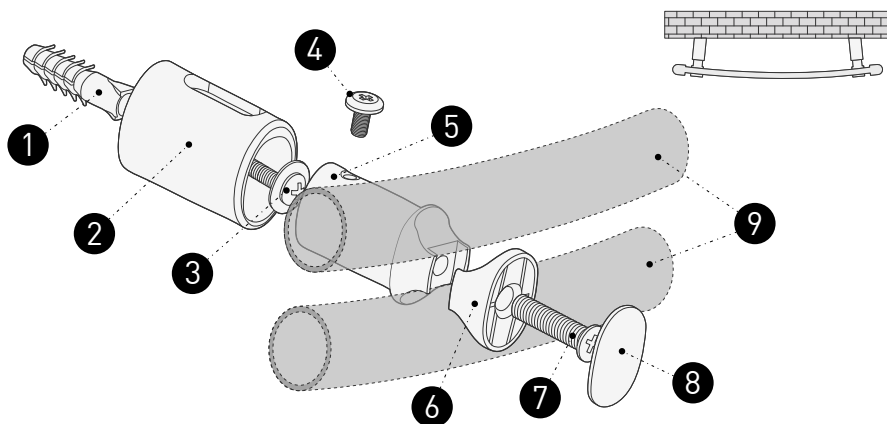

Figura 1 - Secção transversal de montagem do seca-toalhas.
6. Aparafusar as duas peças de suporte do seca-toalhas e a peça em plástico de fixação ao tubo horizontal do seca-toalhas, como mostra a Figura 1, com o parafuso 8 x 26 mm.